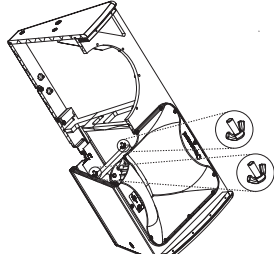

Fig. 3
10. Vuelva a apretar las tuercas de mariposa en la abrazadera de retención del motor de compresión (fig. 3).